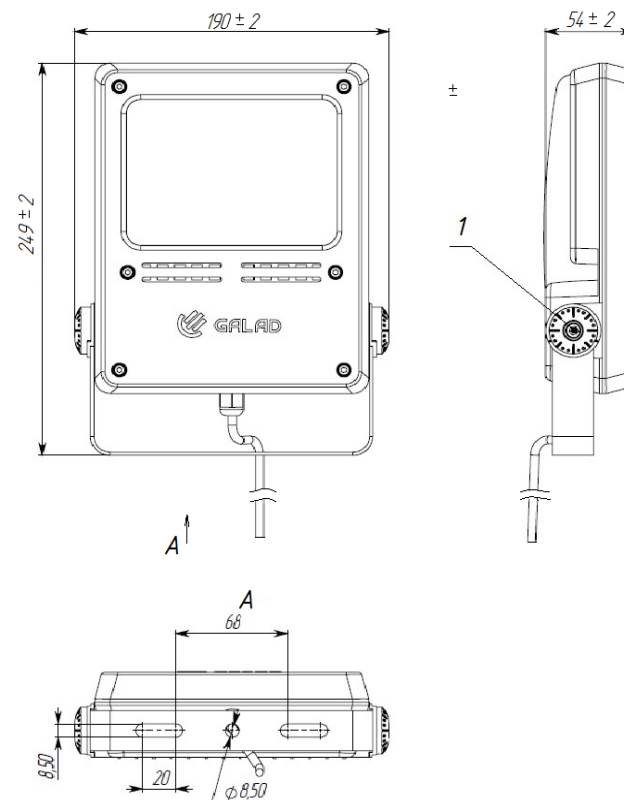

Рисунок 1
2.1 Светильники серии GALAD Звезда LED-30 НВ (низковольтный светильник рисунок 1.) со светодиодами для наружного освещения предназначены для применения в помещениях с высокой влажностью, где запрещается использование сети питания 220 В. Это галереи гидроэлектростанций, строящиеся тоннели метрополитена, подкрановое освещение и другие объекты, где возможно поражение электрическим током из-за высокой влажности.
5.3 Для регулировки наклона светильника необходимо ослабить винты (поз.1) (рисунок 1) на скобе, наклонить светильник на необходимый угол и затянуть винты.